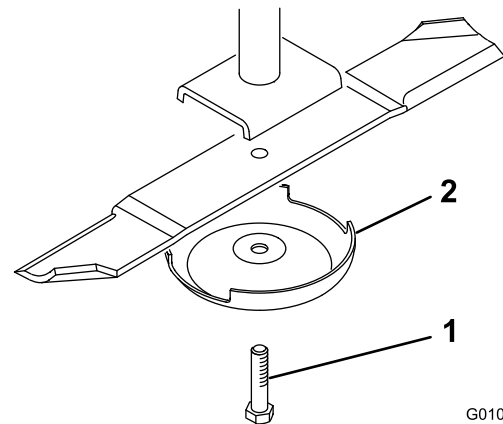

Figure 27
2. Tenez la lame à son extrémité avec un chiffon ou un gant épais. Enlevez le boulon, la coupelle de protection et la lame de l'axe de pivot (Figure 27).